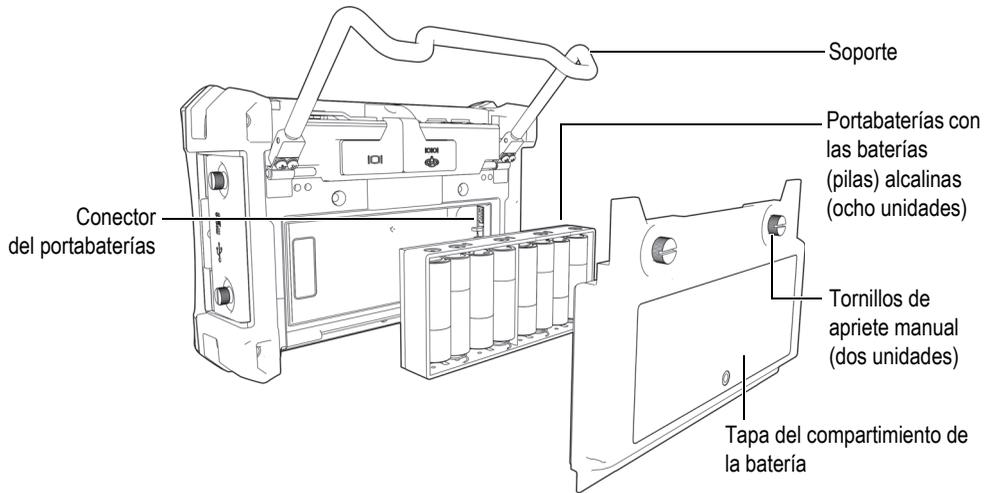

Figura 2-11 Portabaterías para pilas alcalinas
1. Levante el soporte del equipo BondMaster 600. Ver la Figura 2-11 en la página 46.